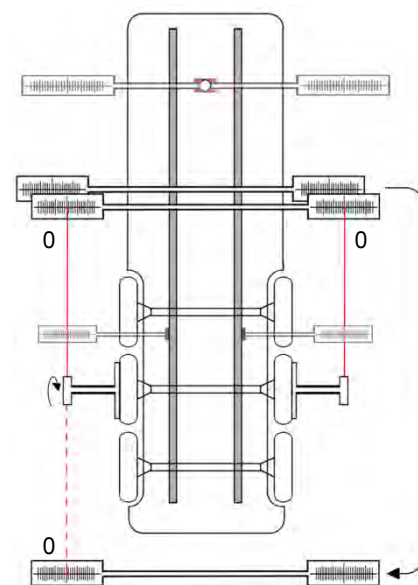

Рис. 8
- Теперь одну из шкал следует установить на другую отметку измеряемого моста (рис. 8)